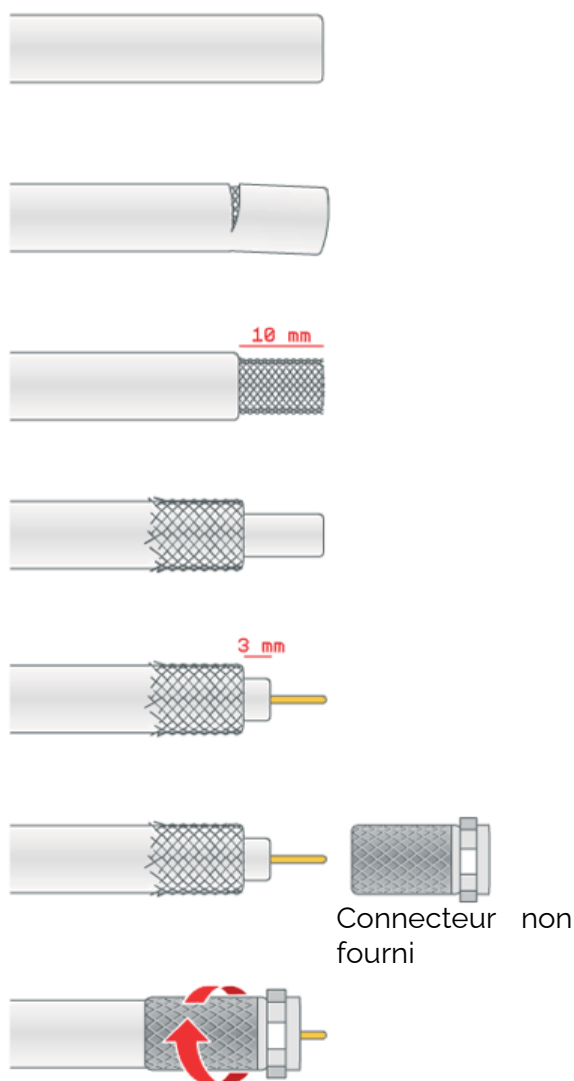

Fig. 13
11. Si le(s) câble(s) doit (doivent) être raccourci(s), veuillez vous référer aux instructions données dans Fig. 13.